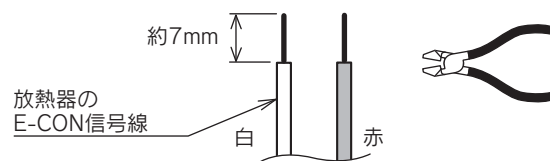

図2
4. 接続する放熱器のE-CON信号線を機器右側面の配線取出口から機器内に通し、先端の被覆を約7mm皮むきします。(図2)